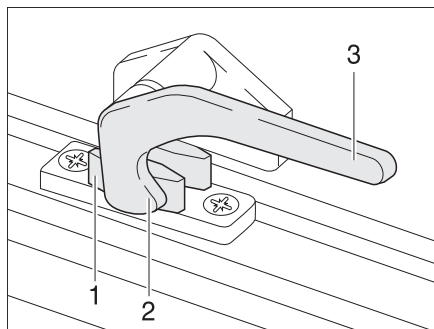

Fig. 41 Leva di serraggio in posizione "Chiuso"
- Ruotare la leva di serraggio (Fig. 41,3) di un quarto di giro verso il centro della finestra.
- Ruotare la leva di serraggio (Fig. 41,3) di un quarto di giro verso il telaio della finestra. Il nasello di chiusura (Fig. 41,2) si trova sul lato interno della chiusura della finestra (Fig. 41,1).
- In posizione "Completamente chiusa" (Fig. 41).